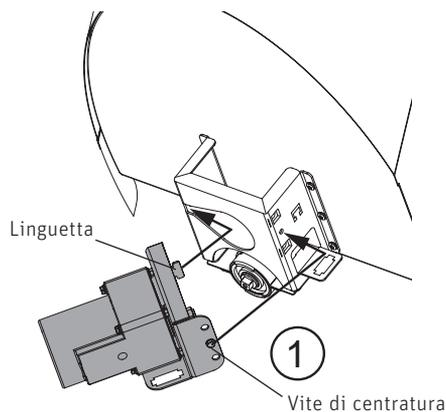

Fig. 45 Agganciare il motore della coclea
- ▶ Agganciare il motore della coclea (situato nella camera di combustione della caldaia a pallet) sul retro con la linguetta e sul davanti con la vite di centratura – Fig. 45.